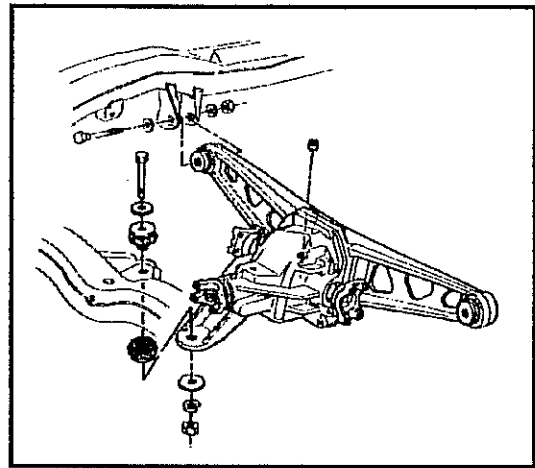

Abb. 8-11 Befestigung des Differentialgehäuses vorne am Querträger des Rahmens und am Träger des Rahmens
- Kardanwelle am Flansch des Differentials trennen, um Zugang zu der Befestigungsschraube des Differentialgehäuses am Querträger des Rahmens zu erhalten. Siehe Abb. 8-11, ggf. die Kardanwelle stützen, um die Befestigungs-